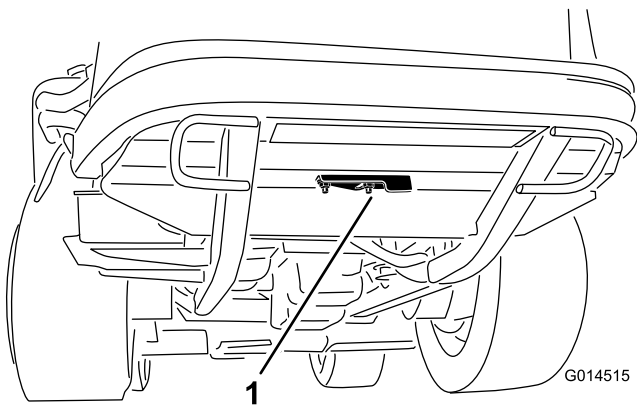

Figura 46
2. Desaperte a porca flangeada que prende a cobertura à parte inferior da estrutura traseira (Figura 46). Rode a cobertura para o lado para expor o furo de limpeza no chassis.